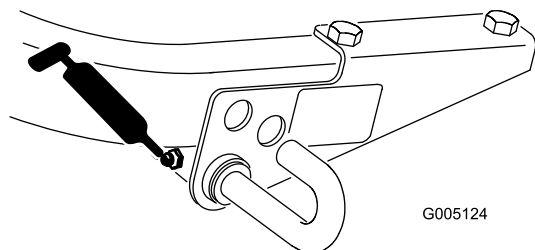

Figura 31
- Leva di blocco tosatura (Figura 31)